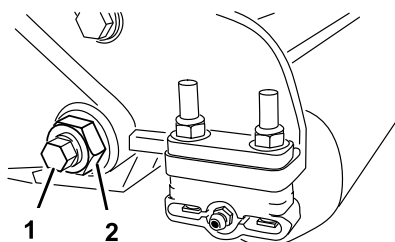
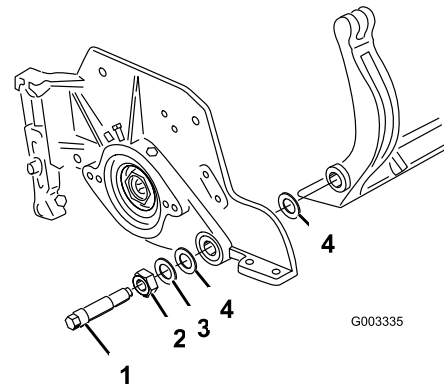

Bild 33
Bild 34
3. Lösen Sie an jeder Seite der Maschine die Klemmmutter, mit der die Schraube des Untermesserträgers befestigt ist (Bild 33).
und von der Maschine entfernt werden kann (Bild 33). Bewahren Sie die beiden Nylonscheiben und die beiden Scheiben aus gestanzten Stahl an jedem Ende des Untermessers auf (Bild 34).
2. Befestigen Sie den Untermesserträger mit den Untermesserträgerschrauben (Muttern an den Schrauben) und den sechs Scheiben an jeder Seitenplatte. Legen Sie eine Nylonscheibe an jede Seite des Seitenplattenansatzes. Legen Sie eine Stahlscheibe außen auf jede Nylonscheibe (Bild 34). Ziehen Sie die Schrauben des Untermesserträgers auf 37–45 Nm an. Ziehen Sie die Sicherungsmuttern an, bis sich die Stahlscheibe außen nicht mehr dreht und kein Spiel am Ende vorhanden ist, ziehen Sie jedoch nicht zu stark an oder verbiegen Sie die Seitenplatten. Die Scheiben innen können einen Abstand aufweisen.